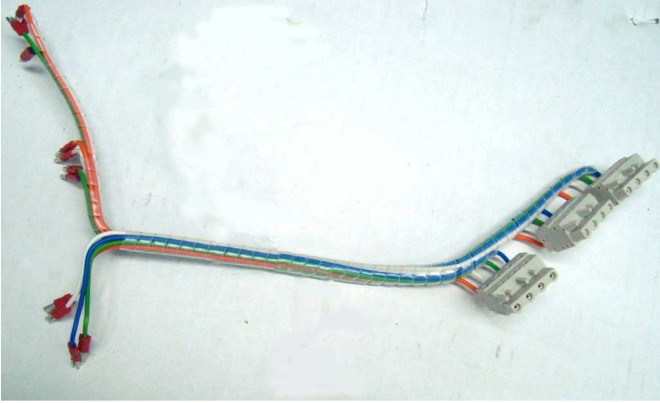

Рис. 4.1. Фото общего вида УПП **ДМС-030Н...075Н**.
4.2. Фото общего вида УПП **ДМС-030Н...075Н** представлено на рис. 4.1.